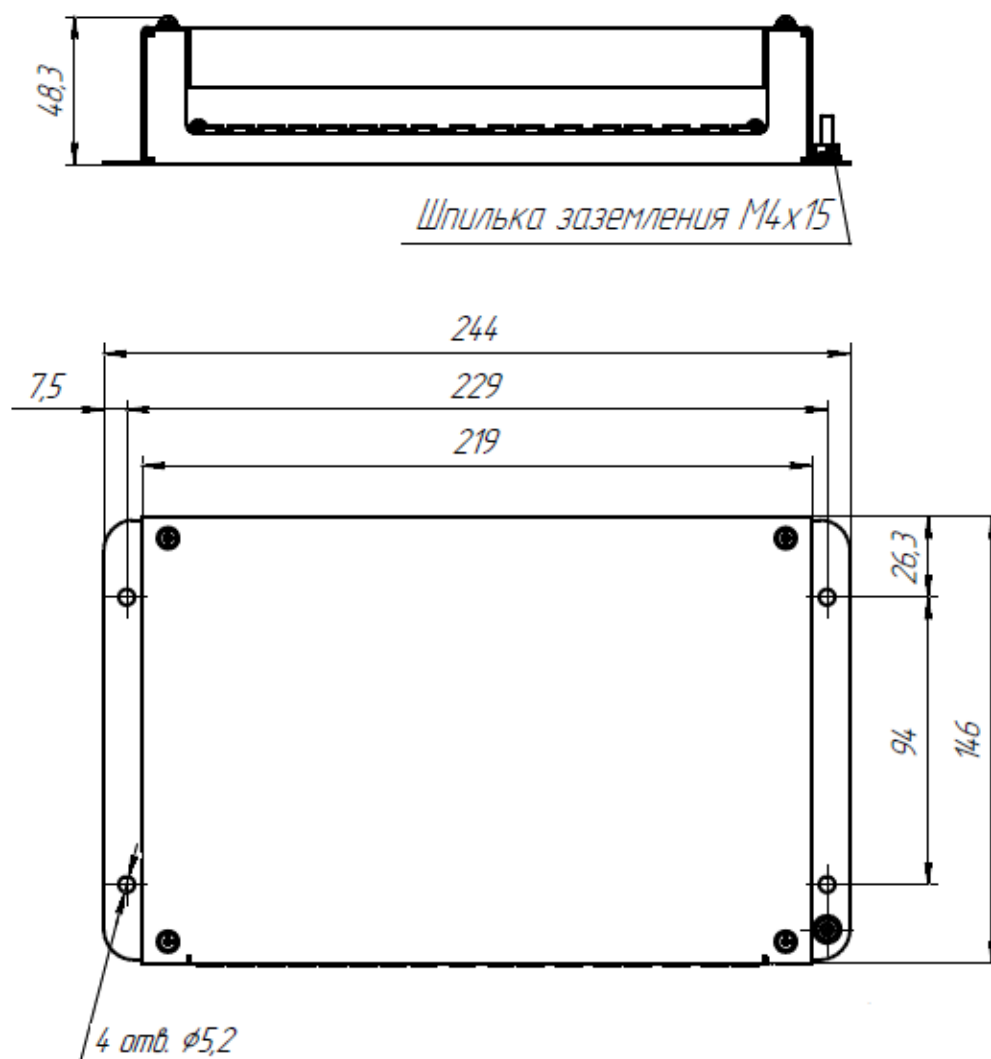

Рисунок 1. Габаритные и установочные размеры АДУ-202.
2. Корпус устройства прочно закрепите на вертикальной стенке, и усилием руки проверьте надежность его крепления (размеры для установки указаны на Рисунок 1);